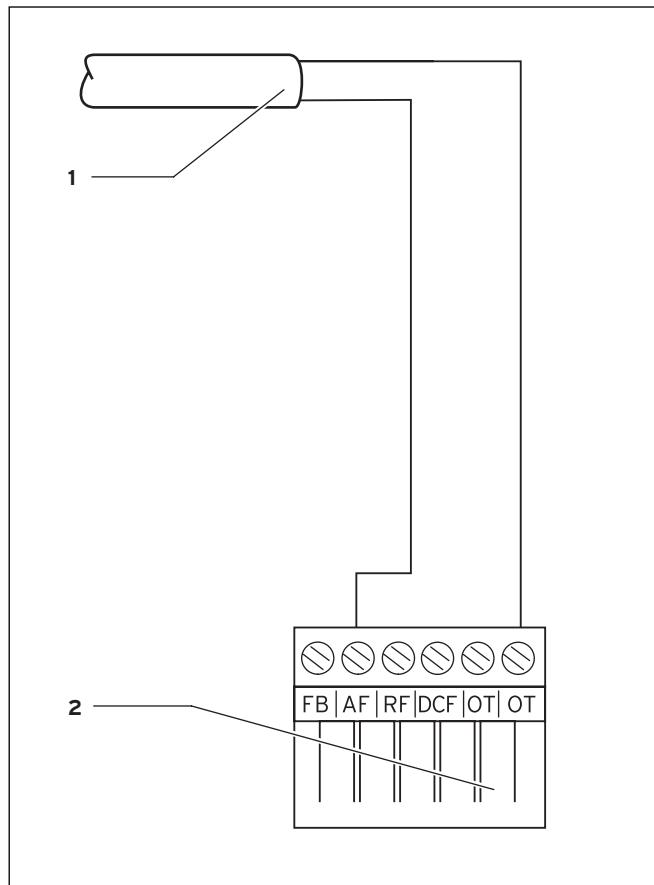

Рис. 5.2 Электроподключение наружного датчика VRC 693
- ⇒ Подключите соединительный кабель 6-полюсному краевому штекеру согласно рис. 5.2.